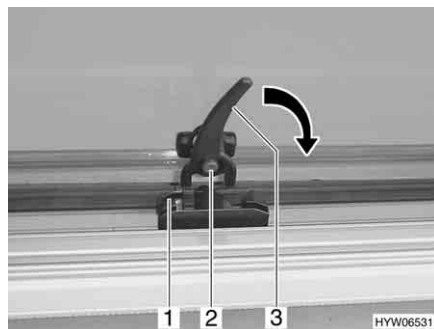

Fig. 51 Leva di serraggio in posizione "aperto"
- Premere il bottone di sicurezza (Fig. 51,2) e mantenerlo premuto.
- Ruotare la leva di serraggio (Fig. 51,3) nella direzione della freccia di un quarto di giro verso il telaio della finestra.
- Ruotare la leva di serraggio (Fig. 51,3) di un quarto di giro verso il centro della finestra.
- Ruotare la leva di serraggio in senso antiorario. Il bloccaggio deve entrare nell'apertura sinistra (Fig. 51,1) del dispositivo di bloccaggio (Fig. 52).
- Rilasciare il bottone di sicurezza (Fig. 51,2).